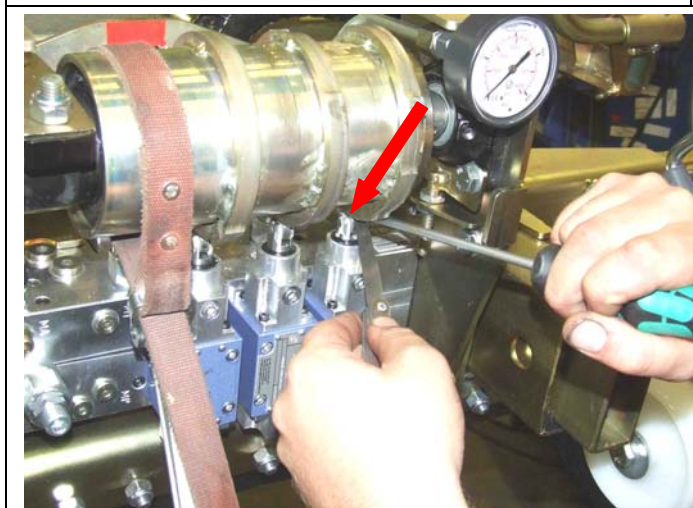

Fig.20
20. Tarkista vivun ja painemittarin väli 0,15 mm ja säädä se tarvittaessa uudestaan kuten aiemmin (ks. kohdat 7-14) → Fig. 20